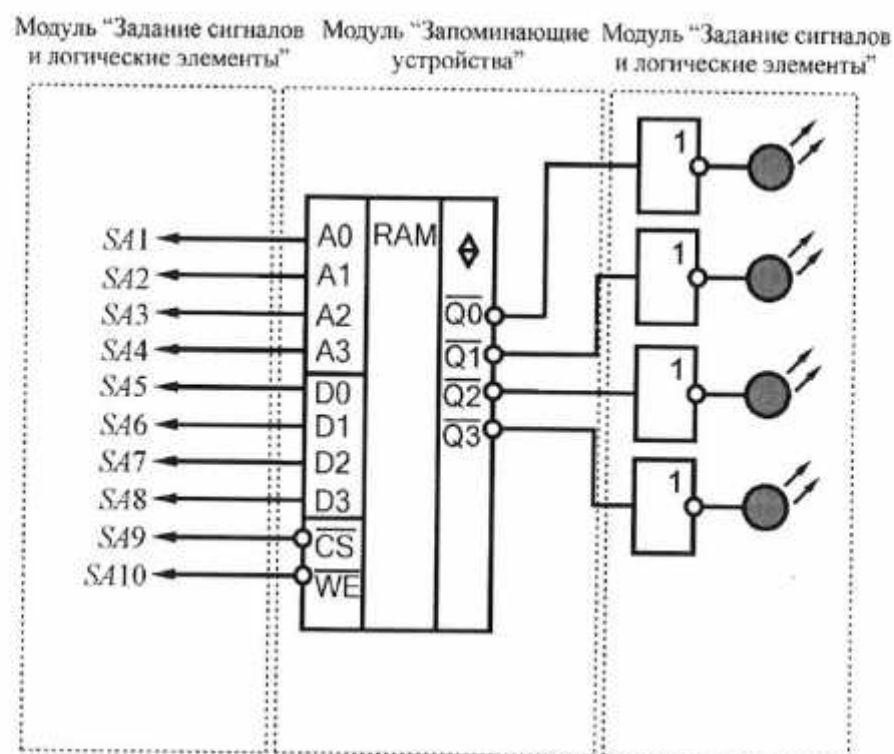

Рис. 8.6. Схема электрическая соединений комплекта для изучения ОЗУ типа K155PY2
3. Согласно рис. 8.6 выполнить электрические соединения модулей для изучения ОЗУ типа K155PY2. Монтаж схемы производить при отключенных автоматических выключателях и переключателях питания.
Состояния выходов $\overline{Q0}... \overline{Q3}$ контролировать при помощи светодиодов на выходе буферных элементов (рис. 8.6). Задавая различные комбинации логиче-